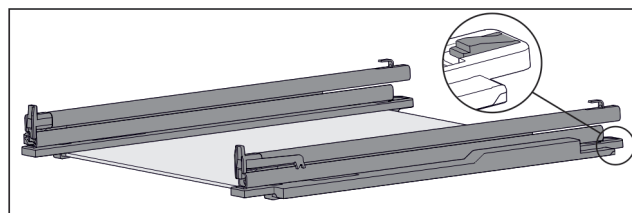

Fig. 125 Стекла́нная пластина с направляющими и крепежными элементами
- ▶ Крепежный элемент сзади прижмите вниз (см. Fig. 125) и одновременно отодвиньте направляющую назад.